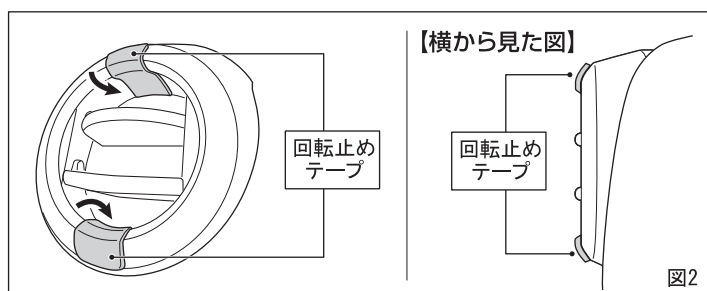

図2
- (2) エアコン吹出口が回転しないように回転止めテープを貼ります。(図2)